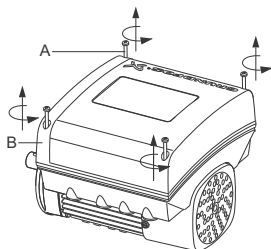

图 59 拆下接线盒盖
1. 松开四个螺丝(图59, A), 取下接线盒盖(图59, B)。
- 装上接线盒盖(图59, B), 将四个安装螺丝(图59, A)交叉拧紧到6 Nm。